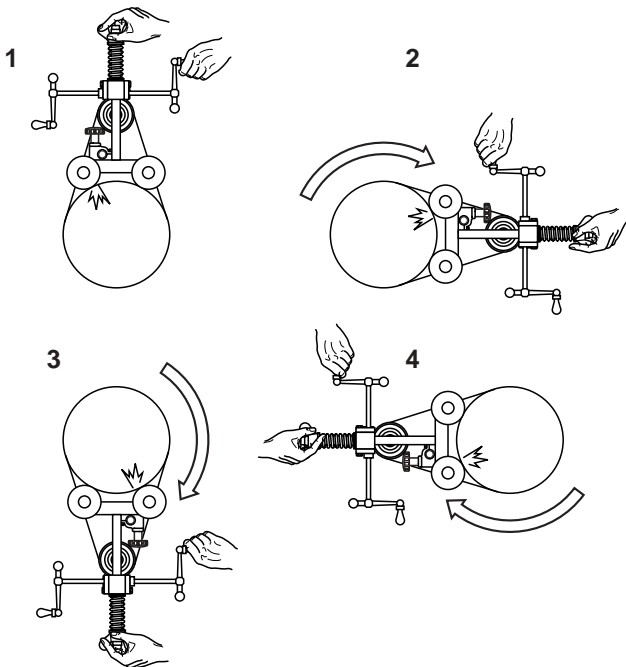

Abb. 5 - 2
- 3 Das Schnittsauerstoffventil öffnen und gleichzeitig den Griff drehen, um mit dem Schnitt zu beginnen. Während des Schnitts sollte die Flügelmutter links oder rechts liegen, wie in der Abbildung 5 - 2 gezeigt. Wenn sich die Maschine nach unten bewegt, dann von unten stützen, bei der Aufwärtsbewegung die Maschine anheben.